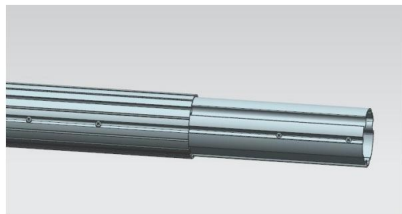
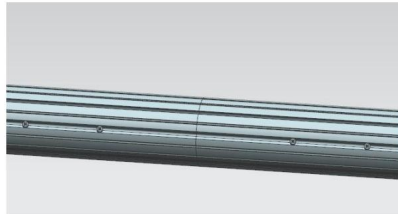

Figura C10
Figura C11
3.4 Estrarre i tubi di collegamento su entrambe le estremità del tubo di avvolgimento centrale fino alla posizione limite rossa, assemblare i tubi di avvolgimento sinistro e destro e fissarli con la vite A al collegamento. (Figura C10, Figura C11)